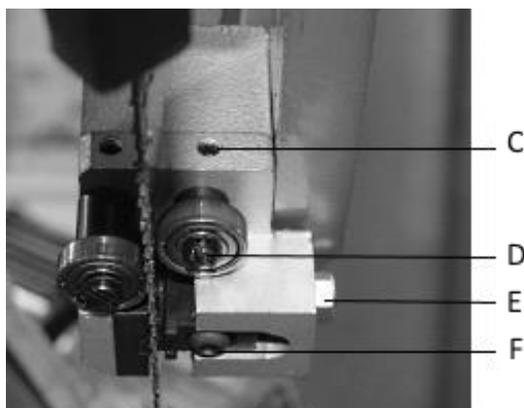

Рис.7
Отключите станок от источника питания. Ослабьте винт (F). Ослабьте контргайку (E) и, вращая регулировочный винт, отодвиньте подвижный сухарь от полотна пилы. Ослабьте фиксирующие винты (C) и отрегулируйте эксцентриковые втулки (D) таким образом, чтобы расстояние от полотна до ролика было 0,05 мм, а полотно находилось вплотную к неподвижному сухарю, рис. 7. Затяните фиксирующие винты (C).